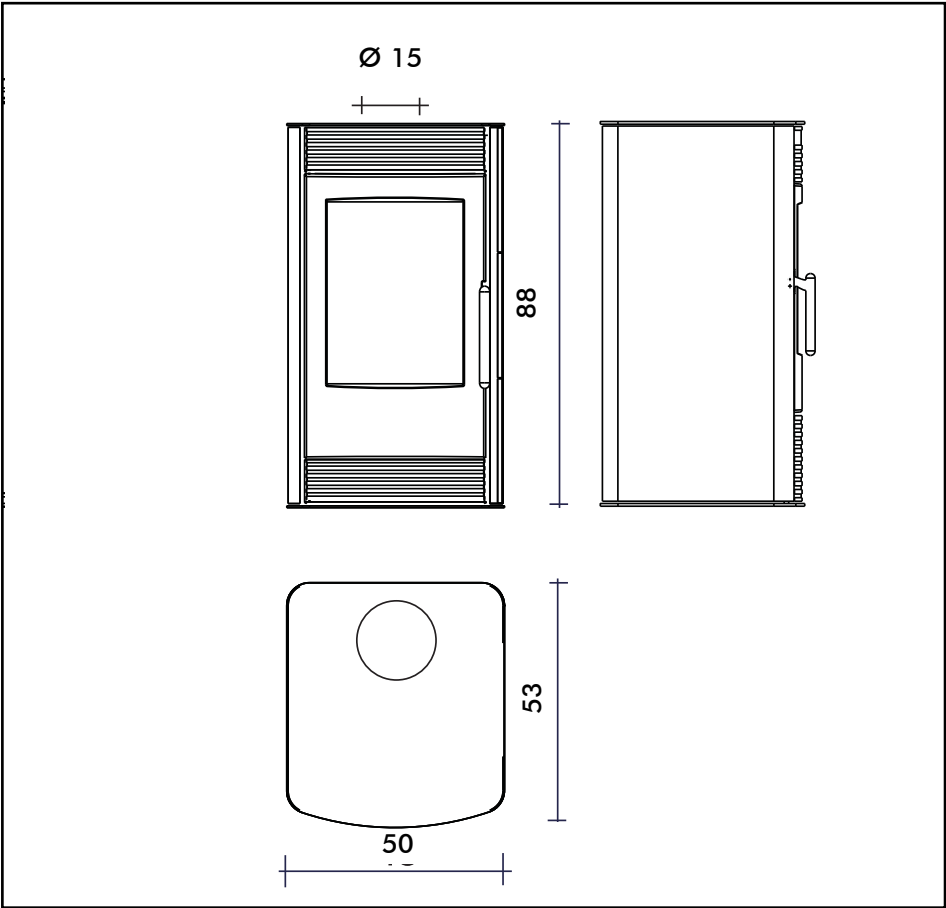

FIG. 4
- **La regolazione dell'aria primaria** si ottiene agendo sulla levetta **A** (Fig. 4), situata al centro della portina inferiore.
PRIMA ACCENSIONE (Fig.4 - pag. 4)
- Aprire la valvola dell'aria comburente posizionando la leva **A in posizione 2 (Fig.4 pag. 4)**, aprire la valvola di tiraggio eventualmente inserita nel tubo di collegamento alla canna fumaria (canale da fumo).
- A fuoco troppo intenso si consiglia di chiudere parzialmente la valvola dell'aria comburente posizionando la leva **A in posizione 1 (Fig.4 pag. 4)** e di chiudere leggermente la valvola di tiraggio eventualmente installata sul tubo di collegamento alla canna fumaria (canale da fumo).